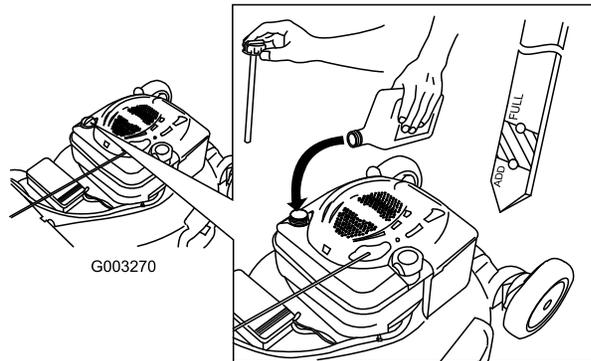

Figura 11
1. Togliete l'asta di misurazione del livello dell'olio, asciugatela ed inseritela a fondo nel foro (Figura 11).
2. Rimuovete l'asta e controllate il livello dell'olio (Figura 11). Se il livello dell'olio è inferiore alla tacca Add sull'asta, versate **lentamente** dell'olio nel foro del bocchettone fino a portarne il livello alla tacca Full sull'asta. **Non riempite troppo.** (Riempimento massimo: 0,59 litri), tipo: olio detergente SAE 30W con service classification API SF, SG, SH, SJ, SL o superiore.)